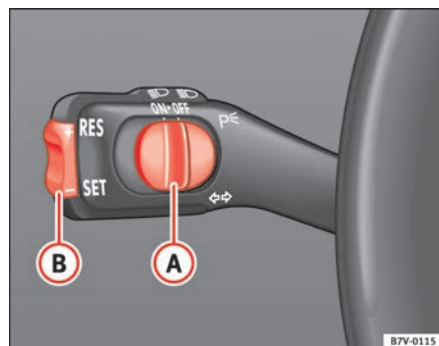
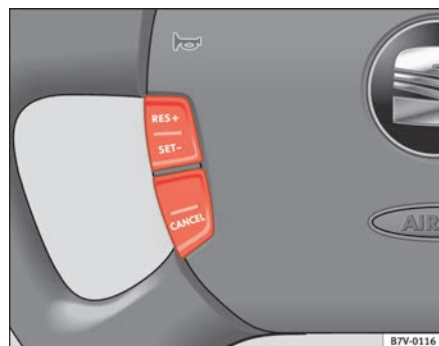

Fig. 133 Palanca de intermitentes y de luz de carretera: mando (A) y tecla basculante (B) para el regulador de velocidad
Fig. 134 Volante multifunción: mandos del GRA
- Mueva el mando ⇒ fig. 133 (A) hacia la izquierda hasta la posición **ON**. Cuando se conecta el regulador de velocidad, se enciende el testigo del cuadro de instrumentos.
- Mueva el mando ⇒ fig. 133 (A) hacia la derecha hasta la posición **OFF** o pulse una vez la tecla ⇒ fig. 134 (CANCEL).
- Cuando se haya alcanzado la velocidad que se quiere programar, pulse brevemente la parte inferior de la tecla basculante **SET** ⇒ fig. 133 (B) o pulse una vez la tecla ⇒ fig. 134 (SET-). La velocidad actual se memoriza y se mantiene de forma constante.
- Para alcanzar la velocidad deseada mantenga pulsada la parte superior de la tecla basculante **RES+** ⇒ fig. 133 (B) o la tecla ⇒ fig. 134 (RES+).
- Para alcanzar la velocidad deseada mantenga pulsada la parte inferior de la tecla basculante **SET-** ⇒ fig. 133 (B) o la tecla ⇒ fig. 134 (SET-). La velocidad disminuye por cesar la aceleración, no porque se frene activamente.
- Desplace el mando $\Rightarrow$ página 186, fig. 133 **A** hasta la posición “OFF” o
Para conectar de nuevo el regulador de velocidad, levante el pie del pedal del freno o del embrague, desplace el mando **A** hasta ON o pulse una vez la parte superior de la tecla basculante $\Rightarrow$ página 186, fig. 133 **RES +** o la tecla $\Rightarrow$ página 186, fig. 134.